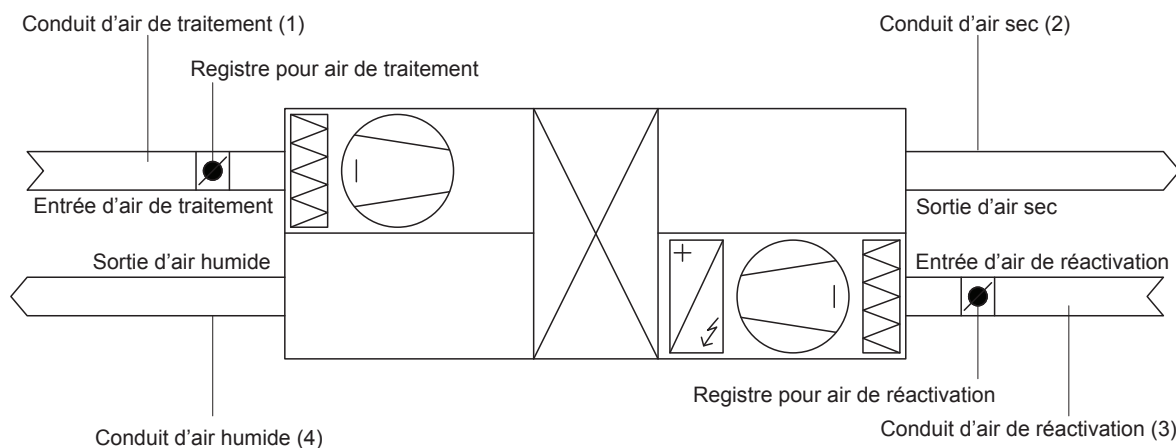

Fig. 6: Exemple d'emplacements des registres et de configuration de l'équilibrage d'air
- a. Ajouter un registre réglé manuellement dans le conduit d'air de traitement, comme illustré à la Fig. 6. Le registre doit être ajusté pour obtenir le volume d'air approprié en CFM, tel que mesuré avec des anémomètres appropriés.
- a. Ajouter un registre réglé manuellement dans le conduit d'air de régénération, comme illustré à la Fig. 6 above. Le registre doit être ajusté pour obtenir le volume d'air approprié en CFM, tel que mesuré avec des anémomètres appropriés.